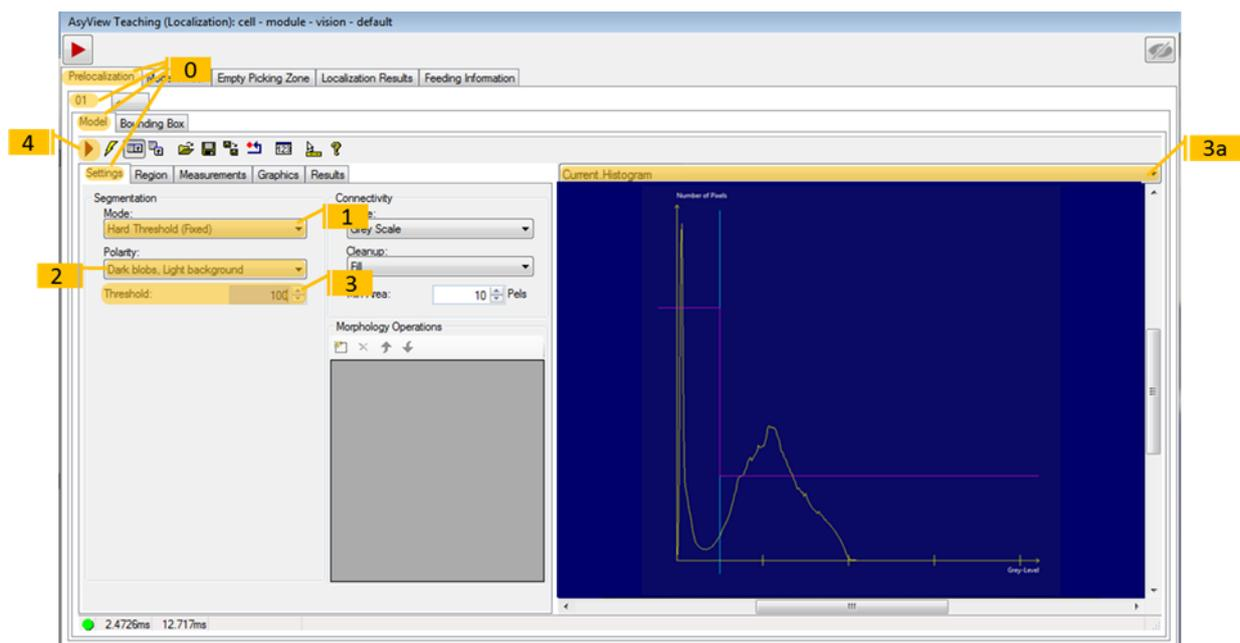

Abbildung 5-1: Werkzeug „Prelocalization“, 01\Modell\Settings
Schritt 3	<ul style="list-style-type: none"> a- Wählen Sie in der Bildauswahl Current.Histogram b- Je nach Histogramm können Sie den Grenzwert für die Anzahl von Pixeln entsprechend der Graustufe festlegen, siehe Abbildung 5-1.